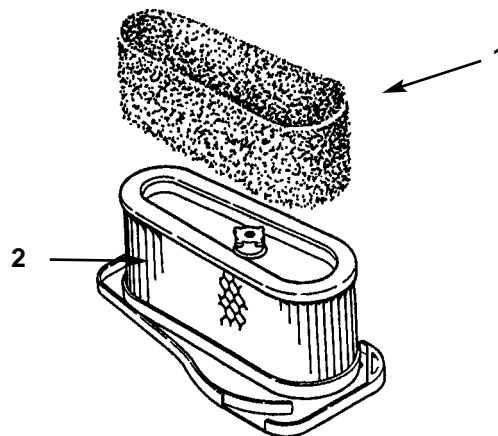

Fig. 29
4. Togliete delicatamente il filtro di spugna dal filtro di carta (Fig. 29)
1. Mettete delicatamente il filtro di spugna sopra il filtro di carta (Fig. 29).